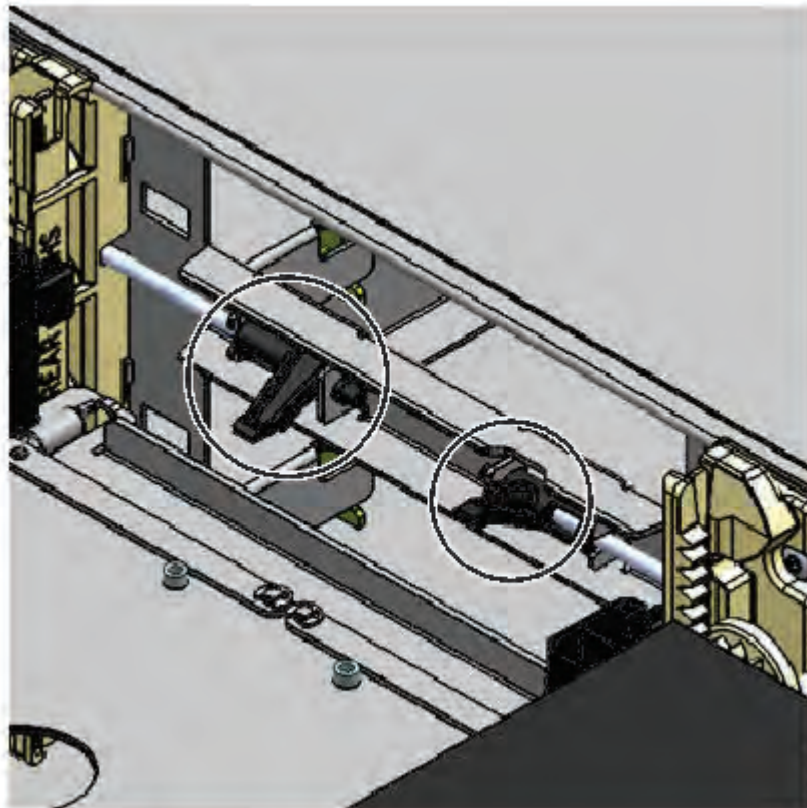

Figura 80. Leve di rilascio del caricatore
1. Rimuovere i caricatori sinistro e destro utilizzando le leve di rilascio del caricatore (cerchiate in Figura 80 a pagina 177). Spingere verso l'alto sulla leva, quindi estrarre il caricatore.